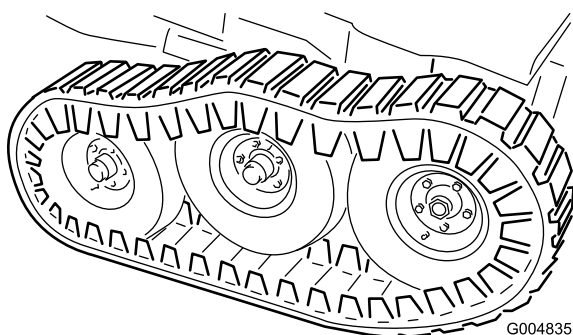

Figura 32
25. Ajuste el gato a una altura adecuada para instalar el neumático central. Levante el centro de la oruga lo suficiente para poder instalar el neumático central (Figura 32). Apriete las tuercas de las ruedas a 88–115 N·m (65–85 pies-libra).